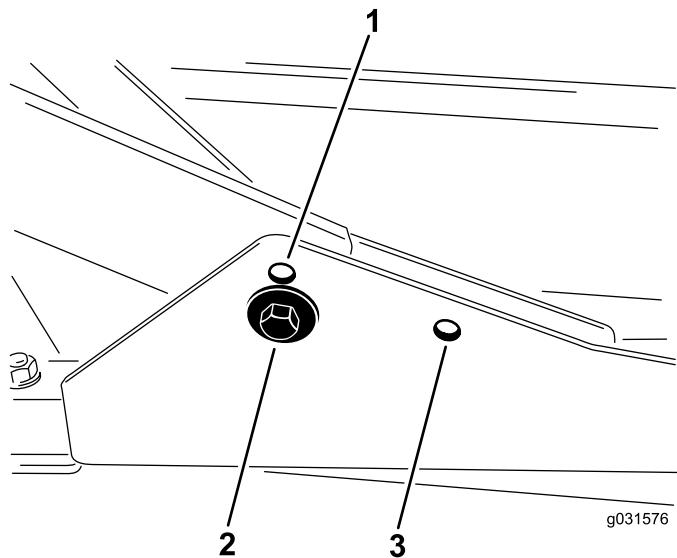

Figura 16
1. Para alturas de corte en el intervalo de 2 a 7,6 cm, los bastidores de tiro delanteros deben montarse en los taladros de montaje delanteros inferiores (Figura 16).
2. Para alturas de corte en el intervalo de 6,3 a 10 cm, los bastidores de tiro delanteros deben montarse en los taladros de montaje delanteros superiores (Figura 16).
Para todas las alturas de corte, la carccha de corte trasera debe montarse en los taladros de montaje traseros (Figura 16).